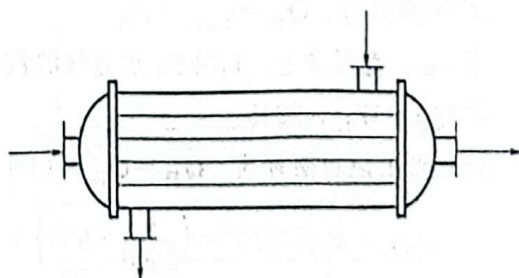

图 4-21 热量计算示意图的画法
(1) 弄清题意 明确衡算的目的要求，有哪些已知条件，根据冷、热流体有无相变，确定采用哪种方法计算 Q 值。
(2) 画示意图 把所有数据都标在图上，用箭头表示流体进、出方向，哪些数据属于进方或出方，见图 4-21。
(3) 确定基准 先确定进方(热流体一方)或出方(冷流体一方)，再将要加热到的某一温度作为基准，计算达到此温度所需的热量。
(4) 做计算准备 为热量衡算做好一切准备，将衡算式中所必需的每个数据逐个计算出来(有的要查表，有的要推算)，使衡算式中有足够的已知数。
(5) 列出热量衡算式并计算、求解 注意单位统一。
(6) 填写热量平衡表 用平衡表验算。